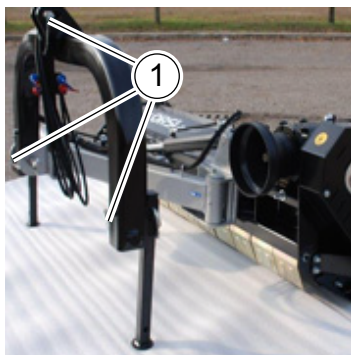

Fig.27
- Spina di sicurezza con innesto molla per i perni di attacco (1, "Fig.27");
- Safety pin with spring coupling for coupling pins (1, "Fig.27");
- Goupille de sécurité avec accouplement à ressort pour les pivots d'accrochements (1, "Fig.27")
- Sicherheitsnadel mit Federkupplung für Kupplungsbolzen (1, "Fig.27")
- Espina de seguridad con injerto muelle por los goznes de ataque (1, "Fig.27")
- Pino de segurança com encaixe por mola para pinos de fixação (1, "Fig.27");